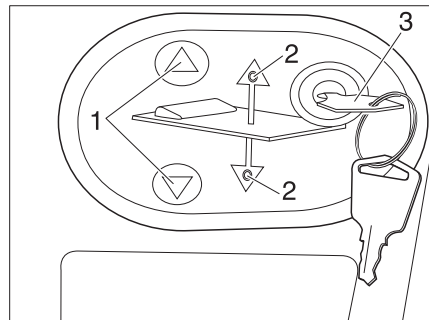

Fig. 135 Panneau de commande pour le lit escamotable électrique
- Insérer la clé (Fig. 135,3) dans le panneau de commande (Fig. 135,2).
- Appuyer sur la touche ▼ ou ▲ (Fig. 135,1) et la maintenir enfoncée. La DEL respective (Fig. 135,2) s'allume et le lit escamotable s'abaisse ou se lève.
- Lorsque la position désirée est atteinte, relâcher la touche ▼ ou ▲ (Fig. 135,1). La DEL respective (Fig. 135,2) s'éteint.
- Retirer la clé (Fig. 135,3).